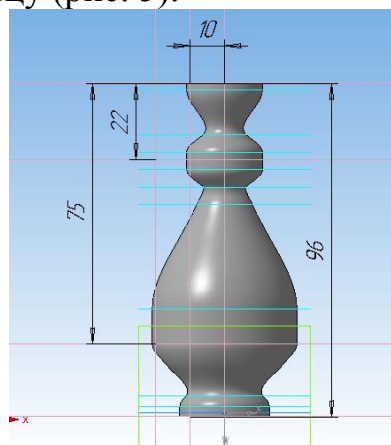

Рис. 5
30. Постройте эскиз по образцу (рис. 5).